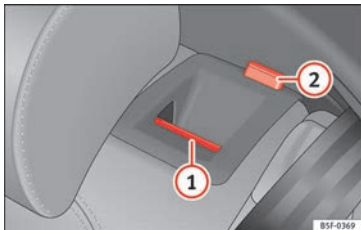

Abb. 145 Rückenlehne Rücksitz: Entriegelungstaster ①; rote Markierung ②.
- Entriegelungstaster » Abb. 145 ① nach vorn ziehen und gleichzeitig die Rückenlehne umklappen.
- Die Rücksitzlehne ist entriegelt, wenn eine rote Markierung an der Taste ② zu sehen ist.
Die Rücksitzlehne ist entriegelt, wenn die rote Markierung des Tasters sichtbar ist » Abb. 145 ②.